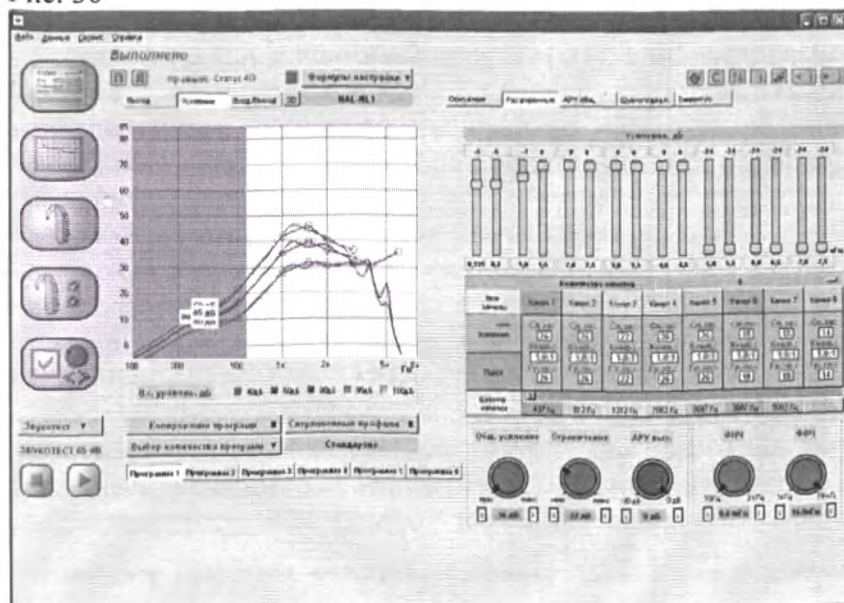

Рис. 31
- **расширенная настройка СА** - коррекция выбранных параметров с использованием дополнительных функций – вкладка  (Рис. 31), расположенная в селекторе переключения интерфейсов настройки.